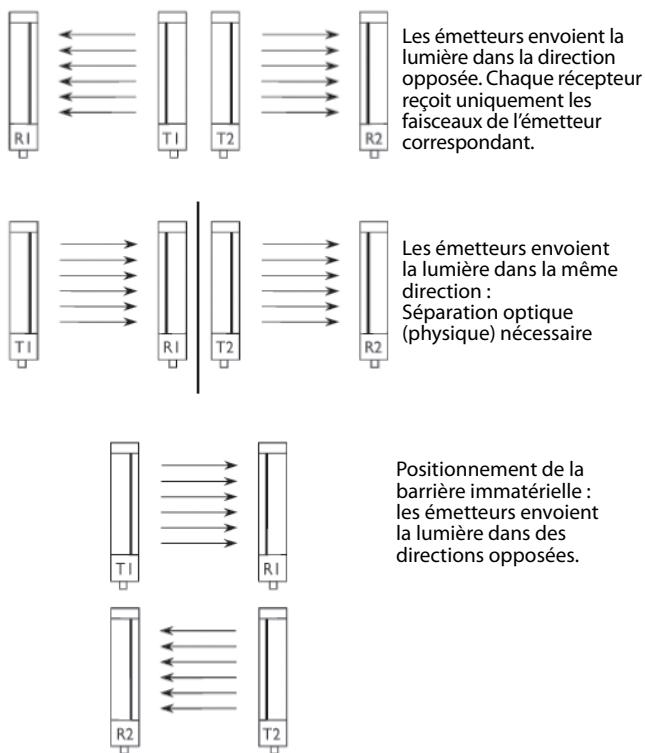

Figure 9 : Options d'alignement en cas de barrières GuardShield Micro 400 multiples
- Montez l'émetteur et le récepteur avec les supports (Figure 9). Assurez-vous que leurs deux axes longitudinaux sont parallèles l'un à l'autre. Pour un montage vertical ou horizontal, un niveau peut vous aider à déterminer la position correcte.